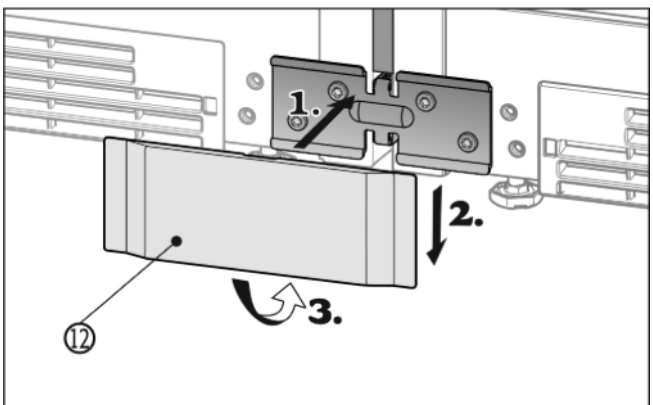

Fig. 16
- Breng de onderste afdekking Fig. 16 (12) van de voorkant op het hoekstuk (1) aan, omlaag schuiven (2) en onder vastklikken (3).